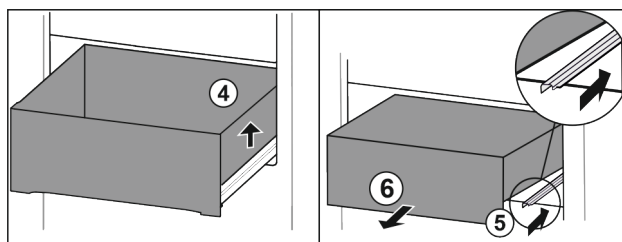

Fig. 69
- ▶ Lyft utdragslåda på höger sida. Fig. 69 (4)
- ▶ Skjut in höger skena. Fig. 69 (5)
- ▶ Ta ut utdragslåda genom att dra den framåt. Fig. 69 (6)